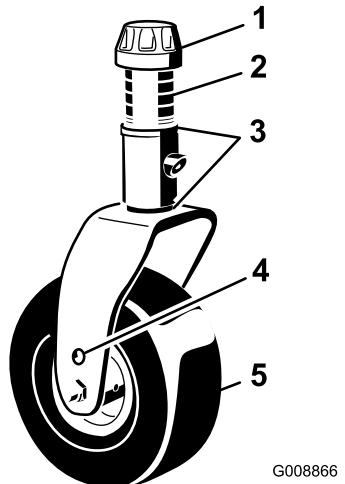
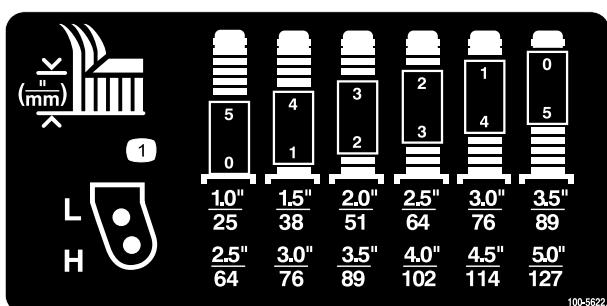

図 7
図 8
2. 左右のキャスター・フォークの同じ穴にキャスター・ホイールの軸をセットする。セッティング用の穴の選択については 図 7 および図 8 を参照してください。
3. スピンドル・シャフトからテンショニング・キャップを取り（図 7）、キャスター・アームからスピンドルを抜き出す。シム（3 mm）を2枚スピンドルのシャフトに通す（当初の状態と同じに）。これらのシムは、デッキ全体の左右の水平調整に必要となる。希望する刈高に必要な枚数のスペーサ（13 mm 厚）をスピンドル・シャフトに通し、その上からワッシャを取り付ける。